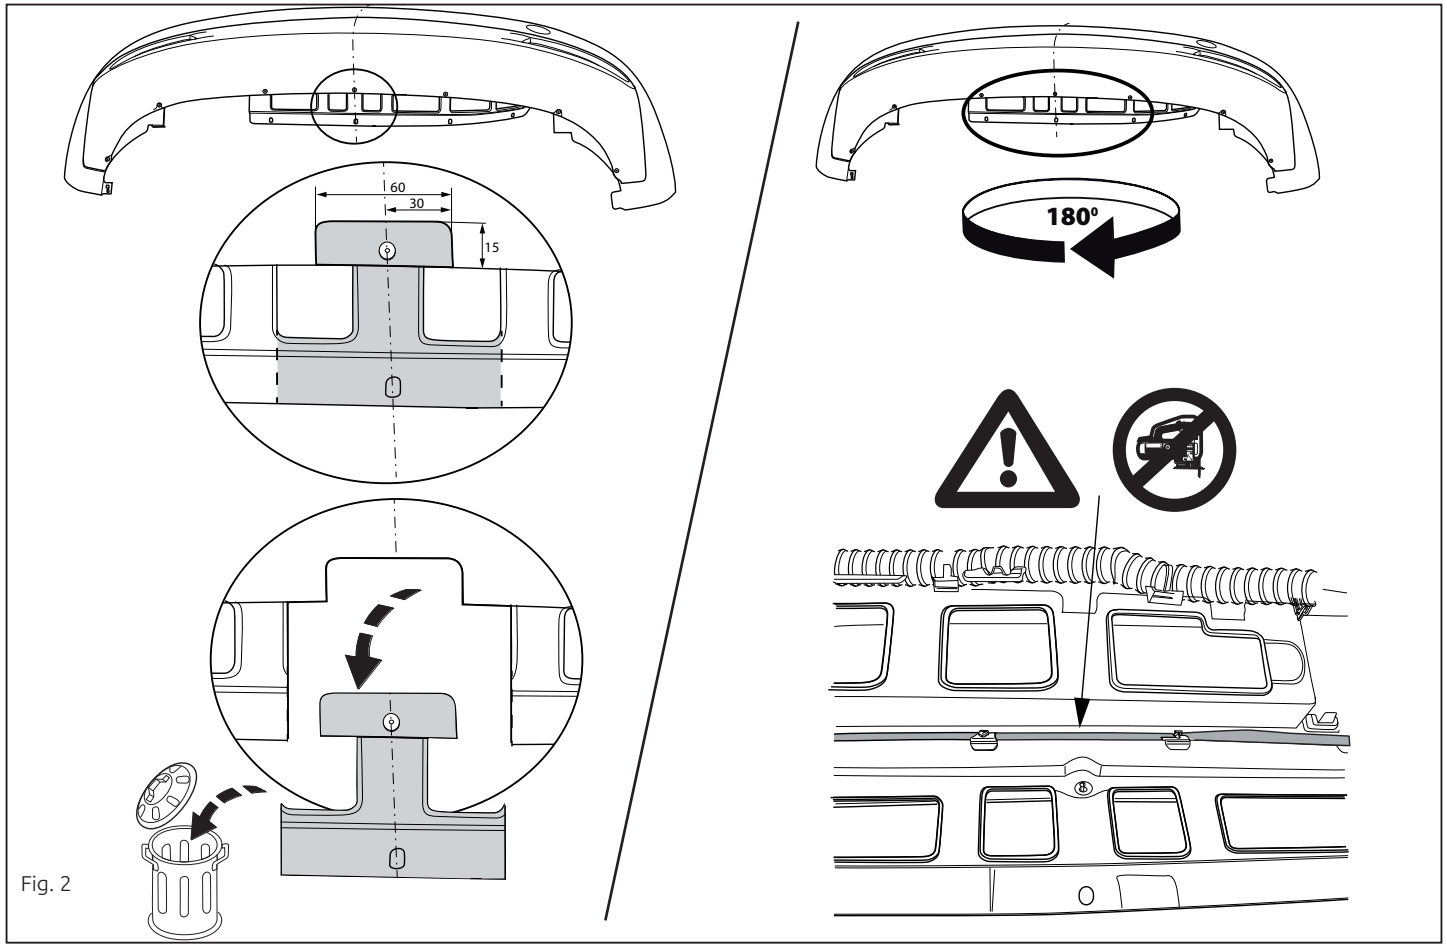

Fig. 2
**Opel Grandland X:** Выпилить обозначенные части, как указано на рис. 2.